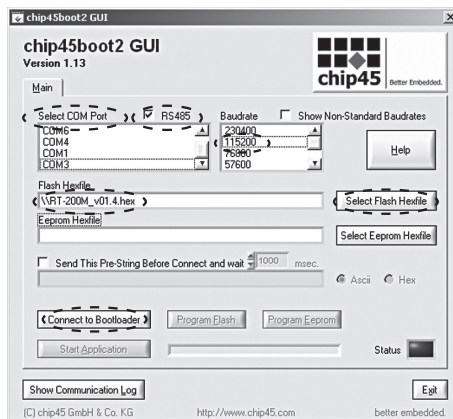

Рис. 25.
4. Запустить программное обеспечение «**Chip45boot2 GUI V1.12**», Рис. 25;
6. Нажать кнопку **«Select Flash Hexfiles»**, и выбрать файл микропрограммы последней версии регулятора температуры: PTM-2000_vX.X.hex*, Рис. 25;
9. В течение 30 секунд нажать кнопку «**Connect to Bootloader**», Рис. 25;